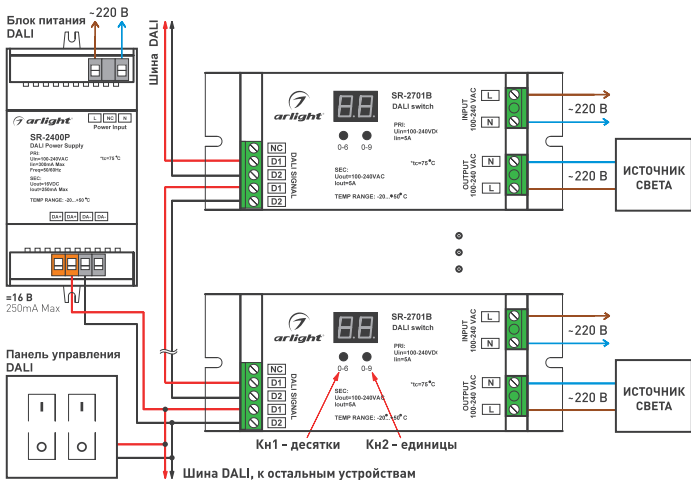

Рис. 1. Схема подключения декодеров.
- 3.3. Подключите источник света к выходу OUTPUT декодера, соблюдая порядок подключения проводов (Рис. 1).